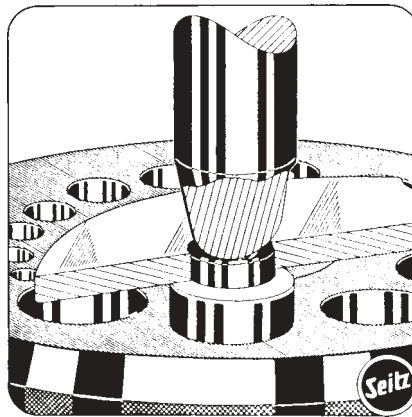

Abb. 57
- a) Futter werden mit Rundpunzen vernietet (Abb. 57). Dabei muss der Rundpunzen so ausgesucht werden, dass er nur den Rand des Futters berührt und diesen umschlägt. Er darf nicht die Ölsenkung ausfüllen, da sonst das Zapfenloch zusammengetrieben wird.